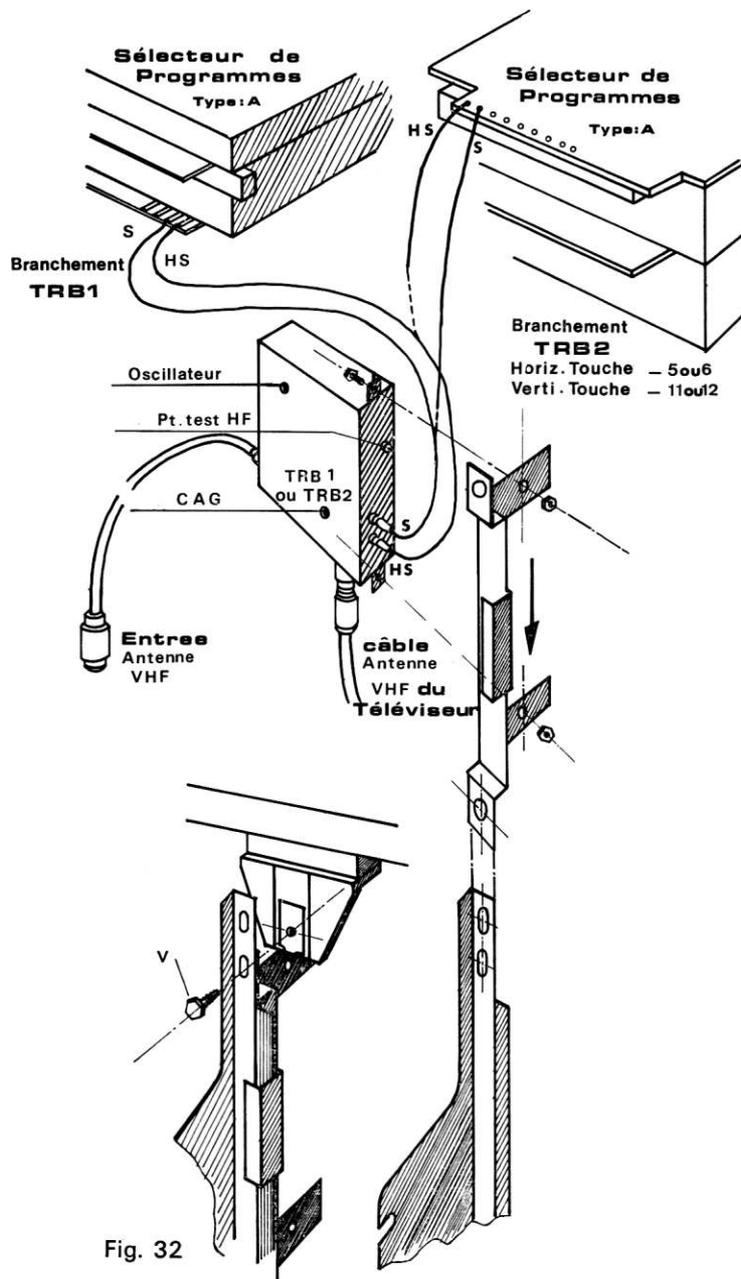

Fig. 32
**Mise en place :** - Fixer le transposeur sur l'équerre support. (Fig. 32) - Dévisser la vis (V) de fixation du montant, glisser l'équerre entre le montant et son palier de fixation. Faites en sorte que le tour de l'équerre ainsi que celui du montant et du palier coïncident. Remettre la vis en place. Serrer le tout.
Les deux fils partant du sélecteur à touches sont à connecter suivant le dessin (fig. 32). L'entrée antenne du téléviseur est à connecter sur la prise mâle du transposeur TR B 1, le câble du transposeur muni d'une prise femelle est à raccorder à l'antenne de réception.
Le montage mécanique fig. 32 et le raccordement électrique est identique à celui du TRB 1 suivant le type du sélecteur à touches équipant le téléviseur.